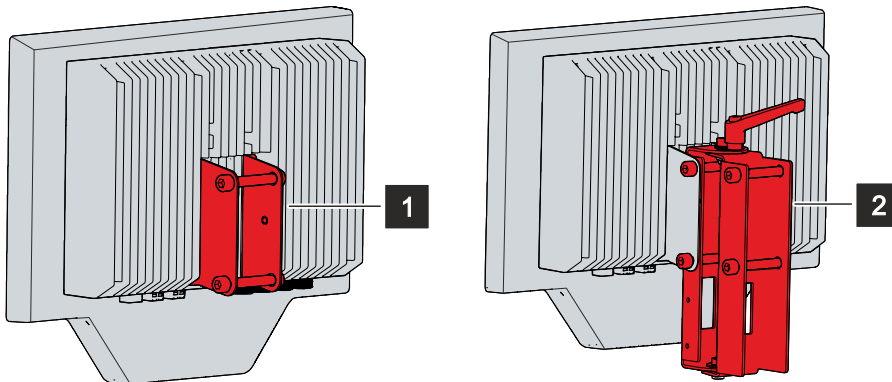

Abb. 8: Tragarmadapter
Der Panel-PC wird automatisch mit dem bereits montierten Standard-Tragarmadapter (1) geliefert. Zusätzlich haben Sie die Möglichkeit, einen Drehadapter (2) unter der Bestellbezeichnung C9900-M809 zu bestellen. Abbildung 8 zeigt die beiden verfügbaren Tragarmadapter.